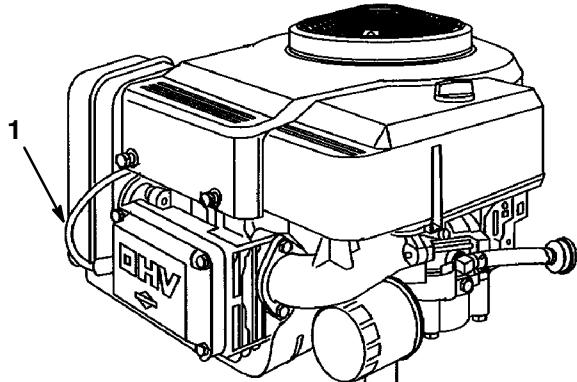

Abbildung 25
3. Die Kabel von den Zündkerzen abziehen (Abb. 25). Den Bereich um die Zündkerzen herum reinigen, um zu verhindern, dass Schmutz in den Motor fallen und Schäden verursachen kann.
- Die Kabel an den Zündkerzen anbringen (Abb. 25).